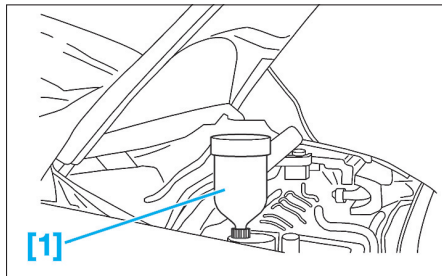

Fig. 37
- [1]. Cylindre de charge ref : 0173-2 (Fig.37).
- Monter le cylindre de charge [1] sur l'orifice de remplissage (Fig.37).